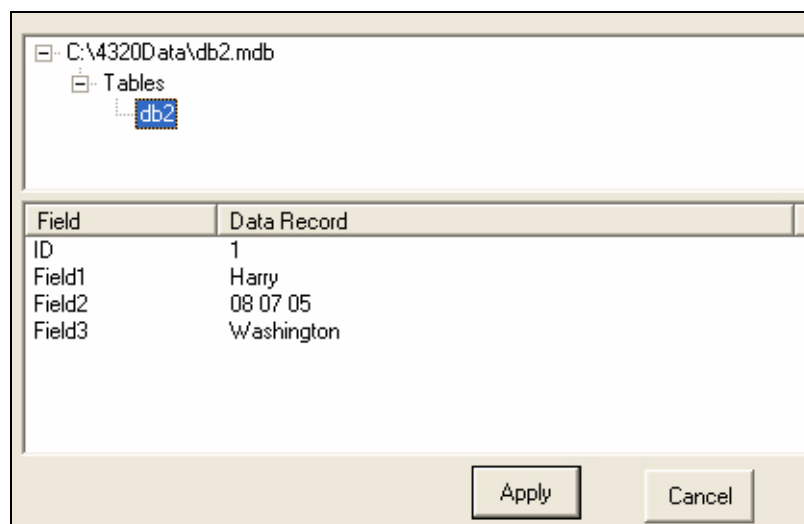

Рисунок 4-10: Записанные данные
- 5 Кликнуть на + перед именем файла для его разворачивания (см.Рис. 4-10).
- 7 Выбрать таблицу файла. Её данные появятся в нижней части экрана. (см.Рис. 4-10).